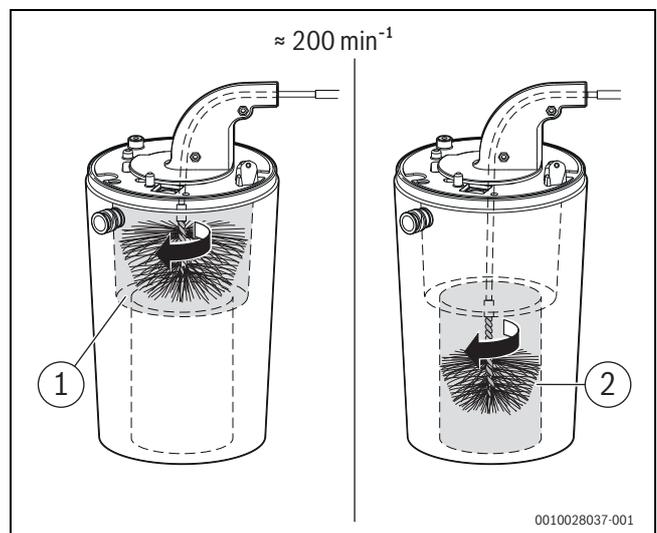

Bild 139 Wärmeblock reinigen (ca. 200 min-1, nur Rechtslauf)
- ▶ Mit kleiner Bürste für den unteren Bereich wiederholen (→ Bild 139, [2]).